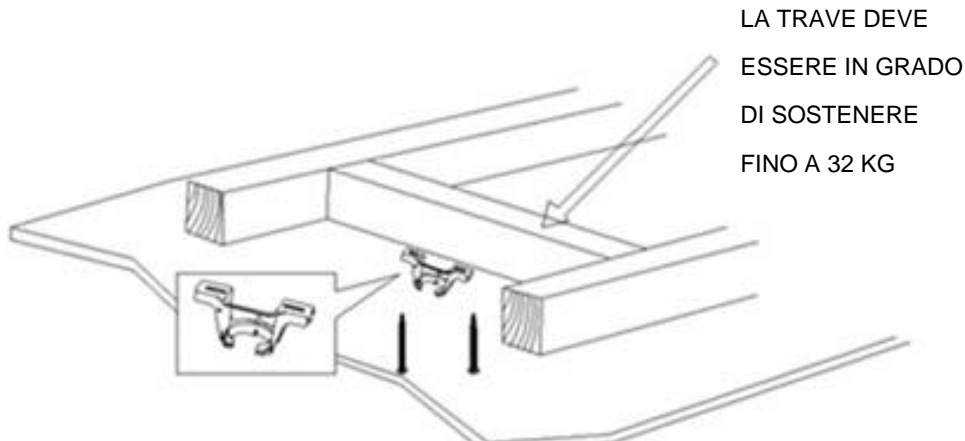

Fig. 2
- Fissare la staffa di supporto a una struttura o una trave del soffitto in grado di sostenere un carico di almeno 32 kg con le 2 viti lunghe fornite. Assicurarsi che almeno 30 mm della vite siano inseriti nella struttura (Fig. 2).